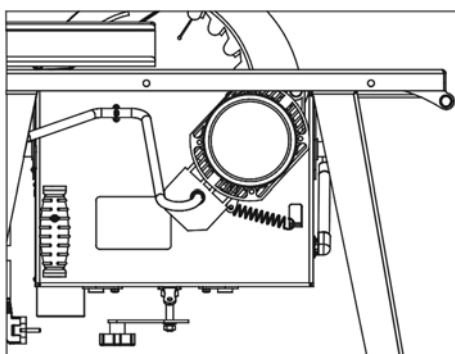

Рисунок 11. Пружина натяжения ремня
- снять кожух 5 (рис. 11);
## 8.2 Замена приводного ремня (рис. 11)
- снять пружину натяжения ремня со стороны двигателя (рис. 11);